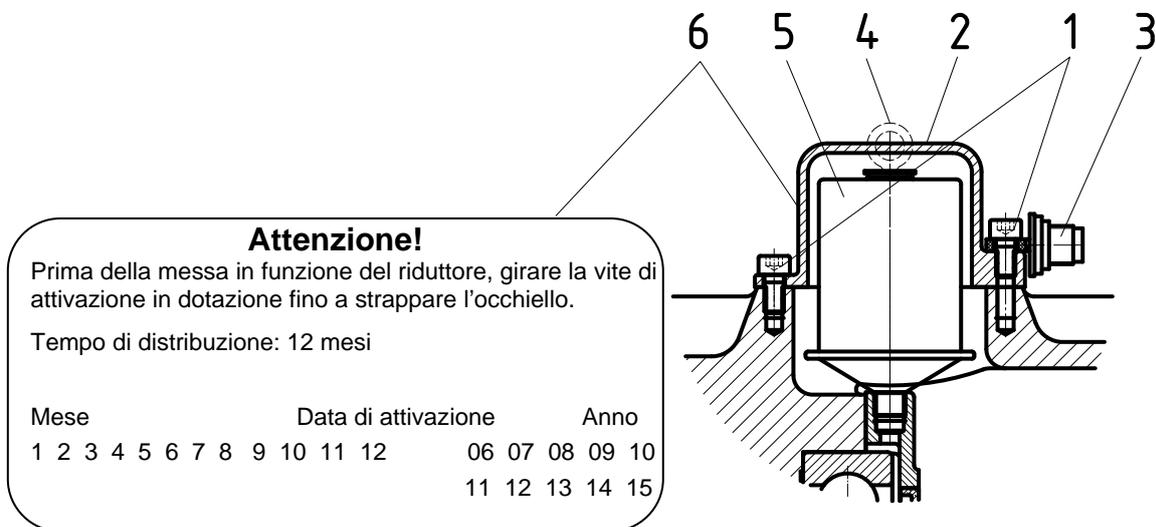

Figura 4-1: attivazione dell'ingrassatore nel caso di applicazione di motore IEC/NEMA
Svitare il coperchio dell'ingrassatore (2) (vedere figura 4-1). Svitare la cartuccia (5) e sostituirla con una nuova (codice componente: 283 0100). Quindi eseguire l'attivazione (vedere cap. 4.2)!